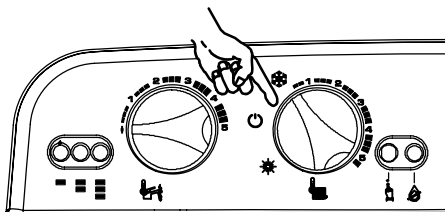

Fig. 6.3 Tablero de mandos
- 17 Gire el selector de función como indica la **Fig. 6.3**